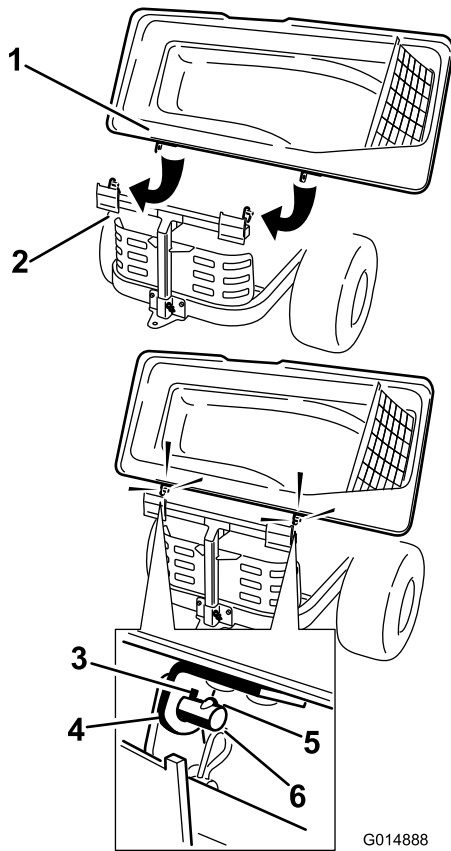

Figure 22
- Pour les modèles 79390, 79391 et 79393 uniquement :** faites pivoter le couvercle pour placer les trous de clavettes des supports de couvercle du système de ramassage en face des clavettes dans les tiges du cadre (Figure 22).